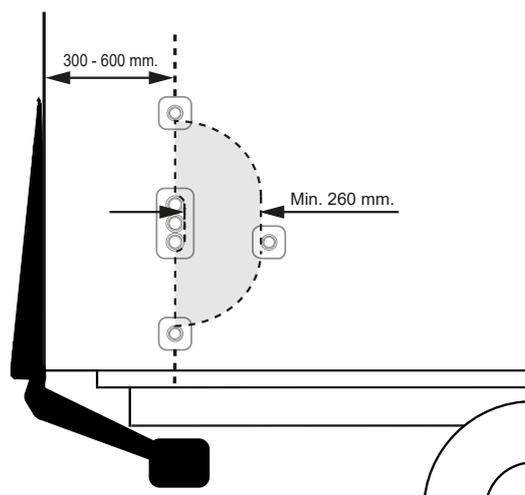

Abb.54. Montage von Bedienvorrichtung CD 1 für den Zweihandbetrieb.
2. Der Abstand zwischen der Rückseite des Fahrzeugs und der Mitte der Bedienvorrichtungen muss 300-600 mm betragen. Der Abstand zwischen den Bedienvorrichtungen muss mindestens 260 mm betragen. Siehe Abb.54.